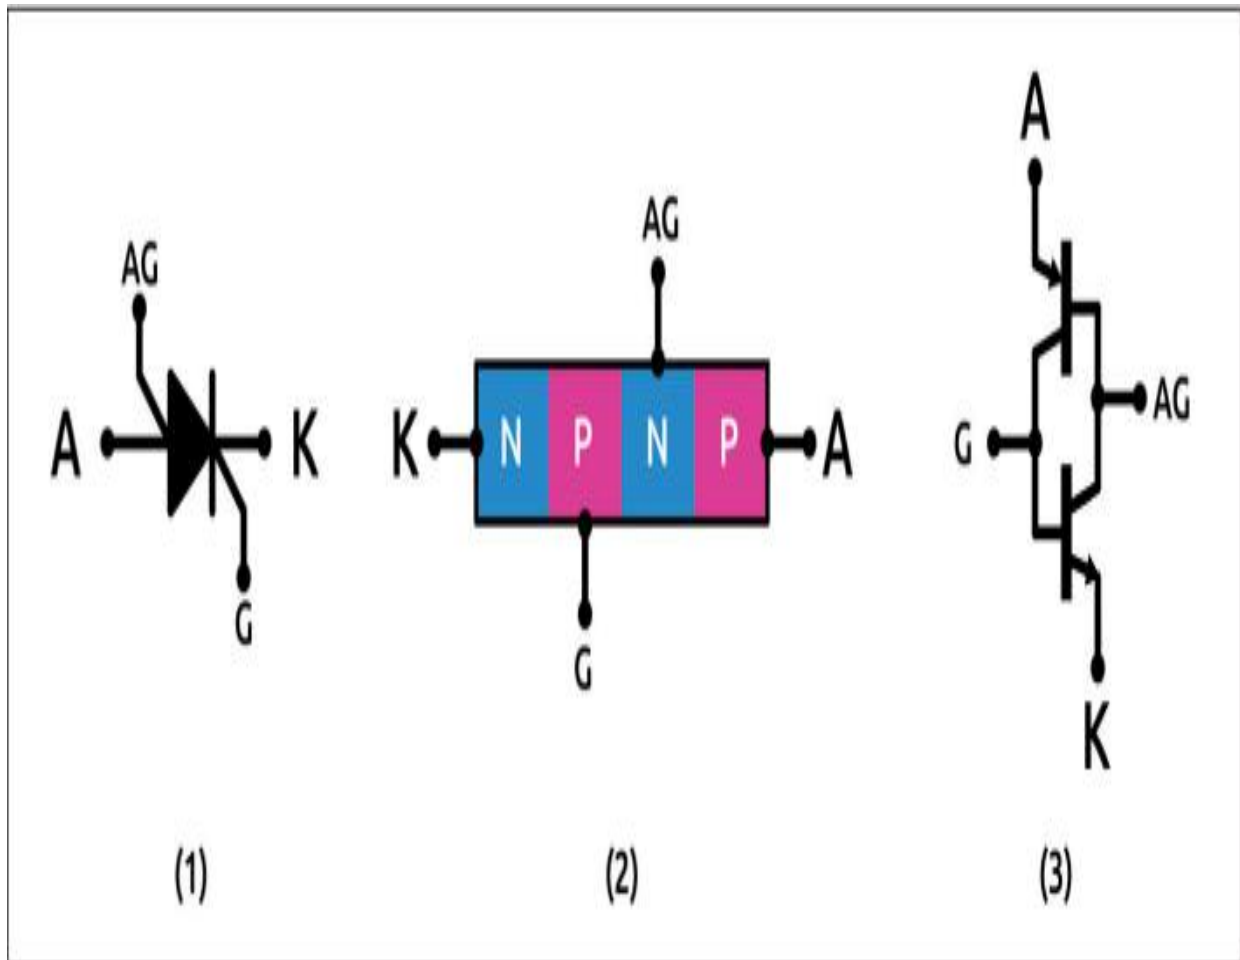

Figura 3.112 – Símbolo de un SCS (1), estructura interna (simplificada) de un SCS (2) y circuito equivalente didáctico realizado con dos transistores (3).
Podemos pensar en un SCS como si estuviera fabricado combinando dos transistores bipolares NPN y PNP, como se muestra en la figura 3.112. El circuito equivalente sirve solo para entender el funcionamiento: no se puede realizar un SCS conectando dos transistores como en la figura 3.112. Funciona igual que un SCR: al aplicar una señal a la puerta (G), los dos transistores empiezan a conducir y se mantienen mutuamente, incluso cuando falta una señal de puerta. Sin embargo, en el modelo tenemos una segunda puerta (AG), conectada a la base del transistor PNP. Si aplicamos un impulso positivo al terminal AG (o un impulso negativo a la puerta),